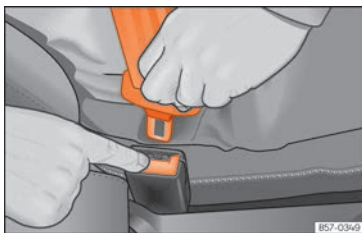

Abb. 25 Schlosszunge vom Gurtschloss lösen.
- Rote Taste im Gurtschloss drücken »» [Abb. 25]. Die Schlosszunge springt heraus.